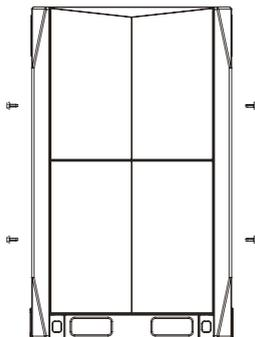
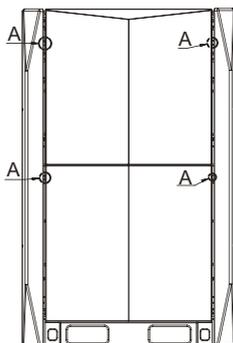

Рис. 4-15
Рис. 4-16
1. Первый шаг – демонтаж передних левой и правой вертикальных стоек: отверните 4 винта крепления левой и правой вертикальных стоек (см. рис. 4-15). Затем поверните вертикальные стойки и приподнимите их примерно на 2 мм (см. рис. 4-16, 4-17), чтобы снять.